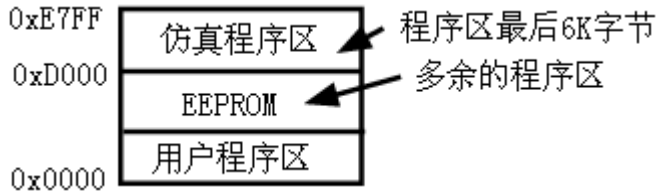

图 1-61 仿真过程中 EEPROM 位置安排示意图
④ I/O : P3.0/P3.1, 用户在程序中不得操作 P3.0/P3.1, 不要使用 INT4/T2CLK0/P3.0, 不要使用 T2/P3.1。对于 IAP 型号单片机, 对 EEPROM 的操作是通过对多余不用的程序区进行 IAP 模拟实现的, 此部分要修改程序(IAP 起始地址)。如 IAP15W4K58S4 单片机的 EEPROM 区的位置如图 1-61 所示。